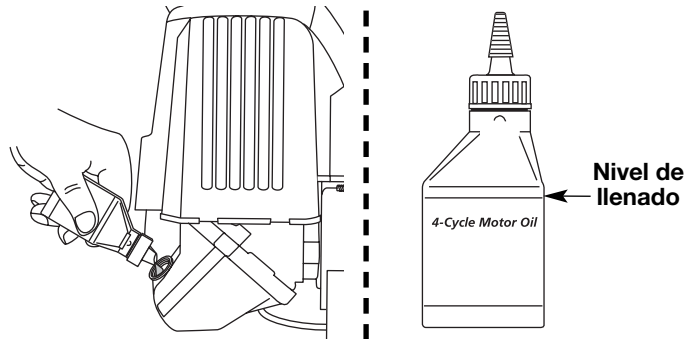
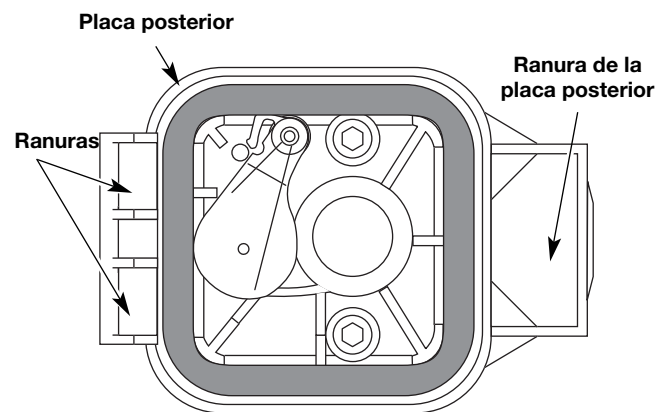

Figure 29
Figure 34
**NOTA:** Use la botella y la boquilla que guardó del uso inicial para medir la cantidad correcta. El nivel de 3.4 onzas (100 ml.) está aproximadamente en la parte superior de la etiqueta de la botella (Fig. 34). Mida el nivel con la varilla de medición. Si el nivel está bajo, agregue una pequeña cantidad de aceite y vuelva a medir (Fig. 29). No lo llene demasiado.
6. Vuelva a colocar el filtro (Fig. 34).
7. Vuelva a instalar la cubierta del filtro de aire. Coloque los ganchos del lado izquierdo de la cubierta del filtro de aire en las ranuras del lado izquierdo de la placa posterior (Fig. 34).